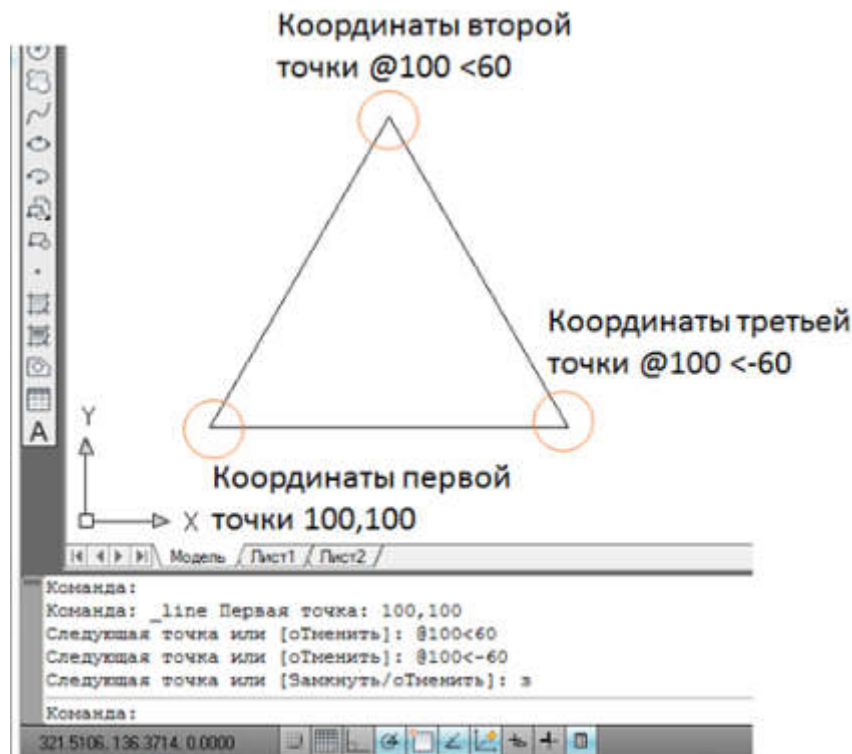

Рисунок 2.3 – Построение треугольника с помощью команды «Отрезок» в относительных полярных координатах
*Построим треугольник с помощью команды «Отрезок» в относительных координатах в относительных полярных координатах (рис. 2.3).*